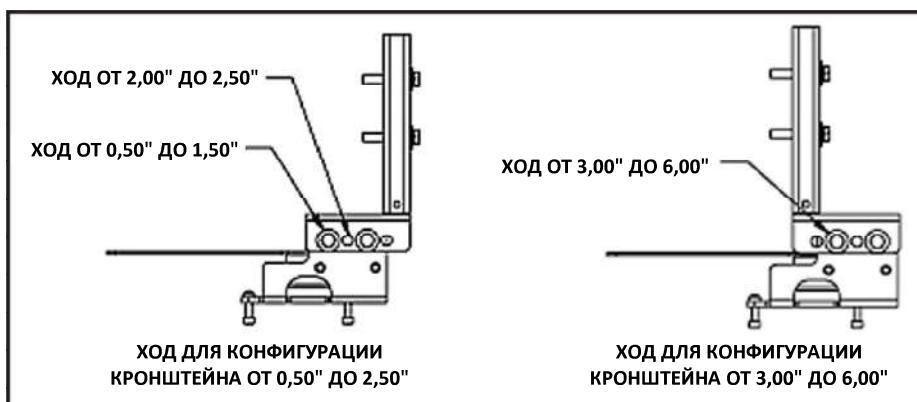

Рис. 20. Ход для конфигурации кронштейна от 0,5–2,50" и от 3–6"
4. Установить выходной кронштейн на блок штока под углом так, чтобы узел стяжной муфты был установлен параллельно штоку (Рис. 20) с помощью указанных ниже крепежных изделий.